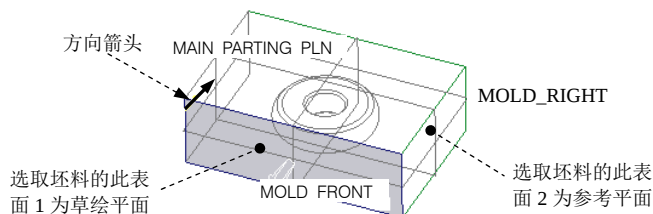

图 18.2.16 定义草绘平面
(1) 单击 **分型面** 功能选项卡 **形状** 区域中的“拉伸”按钮 。此时系统弹出“拉伸”操控板。
(2) 定义草绘截面放置属性: 右击, 从弹出的菜单中选择 **定义内部草绘...** 命令; 在系统的  提示下, 选取图 18.2.16 所示的坯料表面 1 为草绘平面, 接受图 18.2.16 中默认的箭头方向为草绘视图方向, 然后选取图 18.2.16 所示的坯料表面 2 为参考平面, 方向为 **右**。单击 **草绘** 按钮, 至此系统进入截面草绘环境。